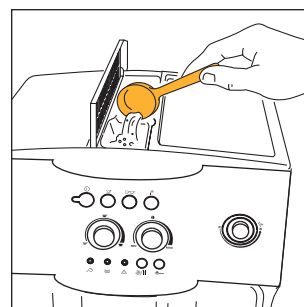

Fig. 19
2. Öppna locket i mitten och häll i ett mått färdigmalat kaffe i tratten (fig. 19). Följ sedan anvisningarna i avsnitt 5.